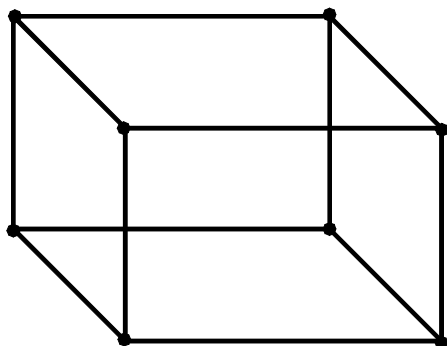

Рис. 19
**Каркасная модель** представляет собой трехмерный объект, состоящий из точек (вершин) и линий (ребер). Эта модель проста в построении, но с ее помощью можно представить лишь ограниченный класс деталей, в которых аппроксимирующие поверхности, в основном, – плоскости. Модели данного типа представляют собой как бы скелетное описание пространственных объектов (рис. 19). В **AutoCAD** каркасные модели формируются путем размещения плоских объектов в любом месте трехмерного пространства. Такое размещение можно осуществить различными способами: